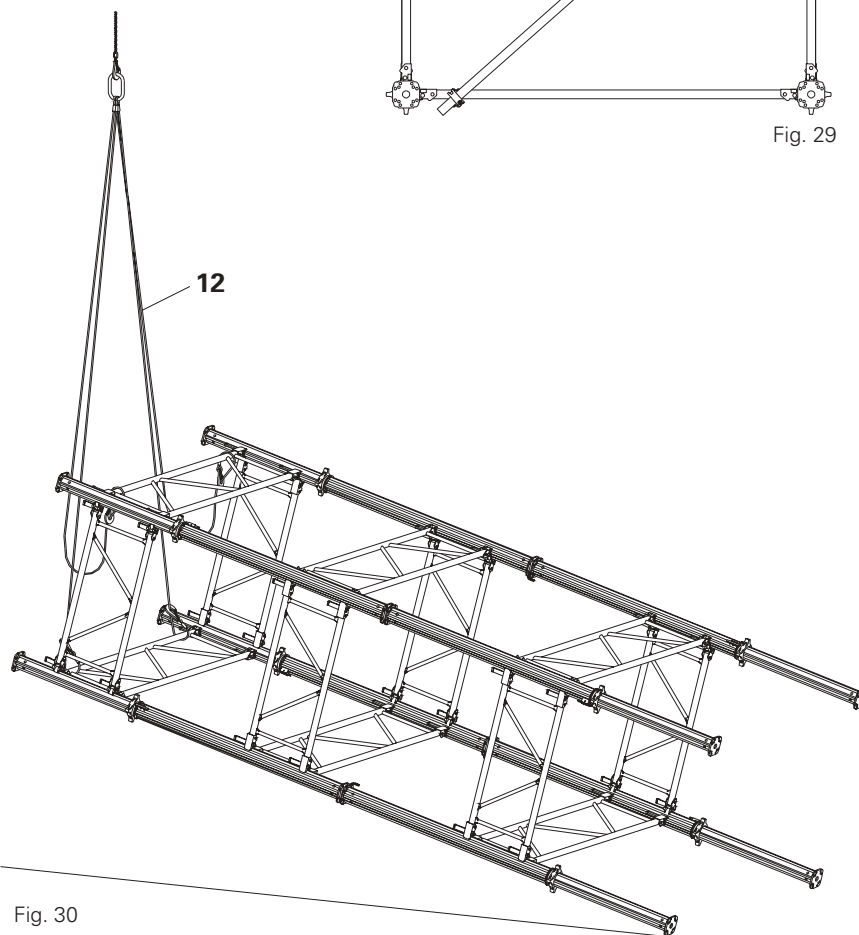

Fig. 30
1. Hægt et firstrengnet ophæng **12** på to modstående rammer i den øverste rammerække. Fig. 30